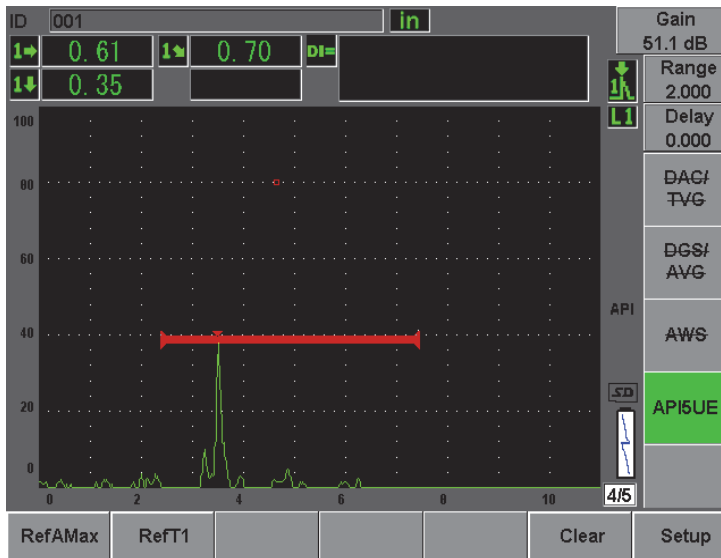

Figura 12-26 Registrazione del punto T_1
7. Premere **[P2] RefT1** per acquisire i punti di riduzione di 6 dB del bordo crescente del picco e assegnare questo valore a T_1 (vedi Figura 12-26 alla pagina 272).